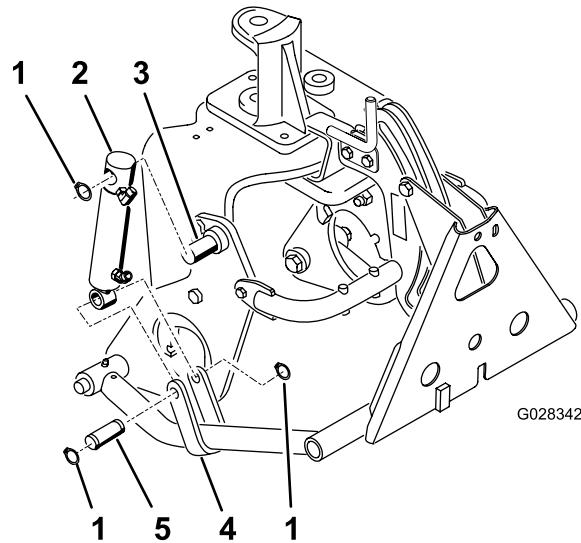

Figure 18
- Montez le haut du corps du vérin hydraulique sur la goupille de la plaque de fixation droite avec un circlip (Figure 18).
- Montez la tige de vérin sur les étriers de fixations des bras de poussée avec une goupille et 2 circlips (Figure 18).